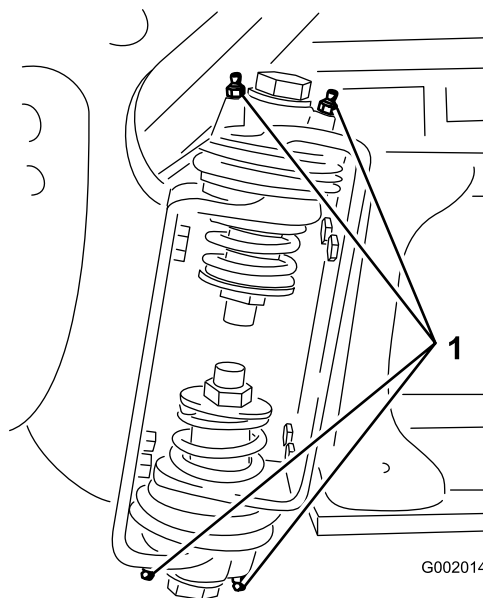

Рисунок 100
2. Закачайте консистентную смазку в подшипник или втулку через каждую масленку Рисунок 100.